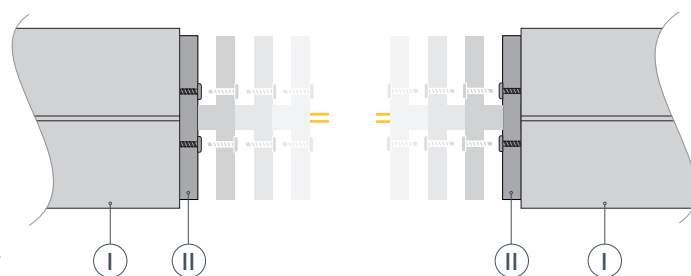

Рис. 4. Установка втулки соединителя ② на профиль ①. Вид сверху
- 1 / Установите на профиль ① втулку из комплекта соединителя профиля ②. Протяните через отверстия во втулке ② кабели питания светодиодных лент. Зафиксируйте втулку ② на профиле ① при помощи коротких комплектных болтов, как показано на рис. 4. Повторите эти действия с другим профилем ①.